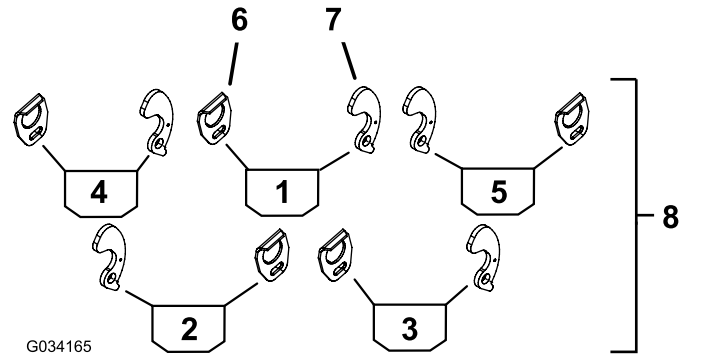
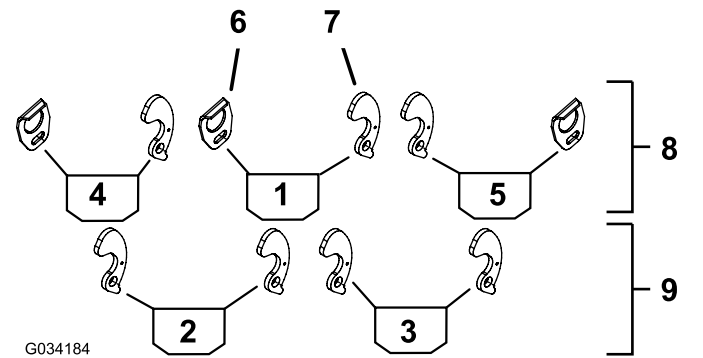

図 3
図 4
2. キャリアフレームにバスケットガイドとバスケットブラケットを取り付ける位置については 図 3 または 図 4 を参照のこと。
注 図 3 はリールマスター 5210/5410/5510/5610 シリーズ用。図 4 はリールマスター 3550 シリーズと 5010-H シリーズ用。
3. 各キャリアフレームの該当する側にバスケットガイドを取り付ける 図 3 ボルト 5/16 x 1/2 インチ平ワッシャ 3/8 x 7/8 インチ各 1 を使用する。各コンポーネントは 図 5 のように組み付ける。